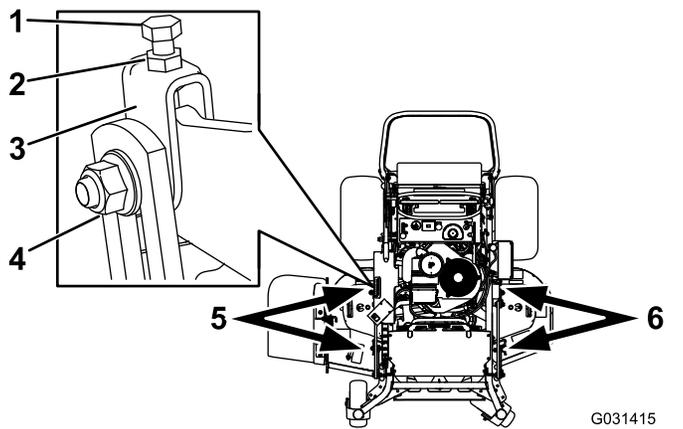

Figura 85
1. Afloje la tuerca lateral y la contratuerca de las horquillas que desea ajustar (Figura 85).
2. Gire el perno superior de las horquillas para ajustar la altura de la carcasa de corte (Figura 85).